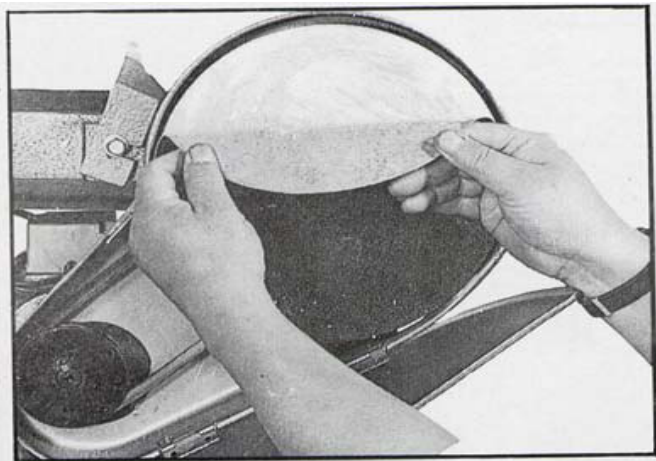

Fig 11.
2. Riva av det gamla slippappret, rengör limrester som är kvar på skivan och sätt på det nya slippappret som i fig.11.